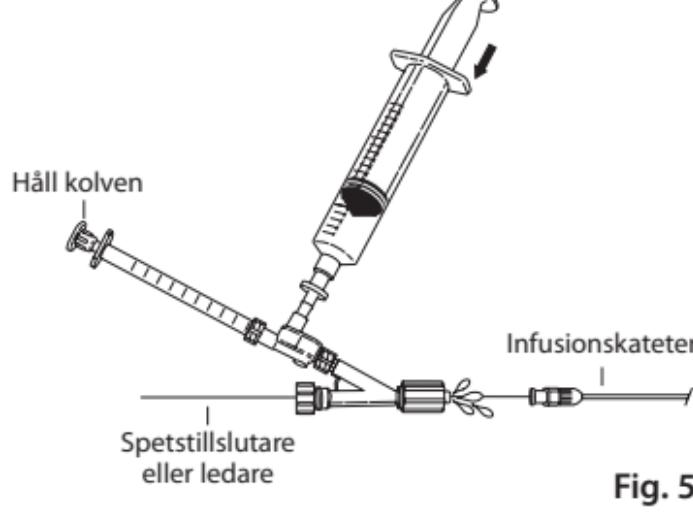

Fig. 5
7. Anslut dubbelpärrventilen och Tuohy-Borst-adaptern till infusionskatetern genom att lossa Tuohy-Borst-ventilen och skjuta enheten över spetstillslutaren. Innan enheten ansluts till katetern, håll kolven på 1 mL-sprutan stilla och tryck ned 20 mL-sprutan, och se till att enheten blir helt tömd på luft. Lämna en konvex bubbla av lösning i Tuohy-Borst-adapterns luer-låskoppling innan den ansluts till infusionskatetern. (**Fig. 5**)